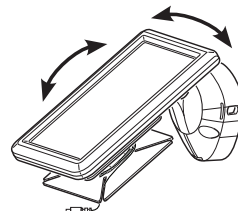

Figure 7
2. Faites tourner le panneau solaire à l'angle désiré (voir la Figure 7).